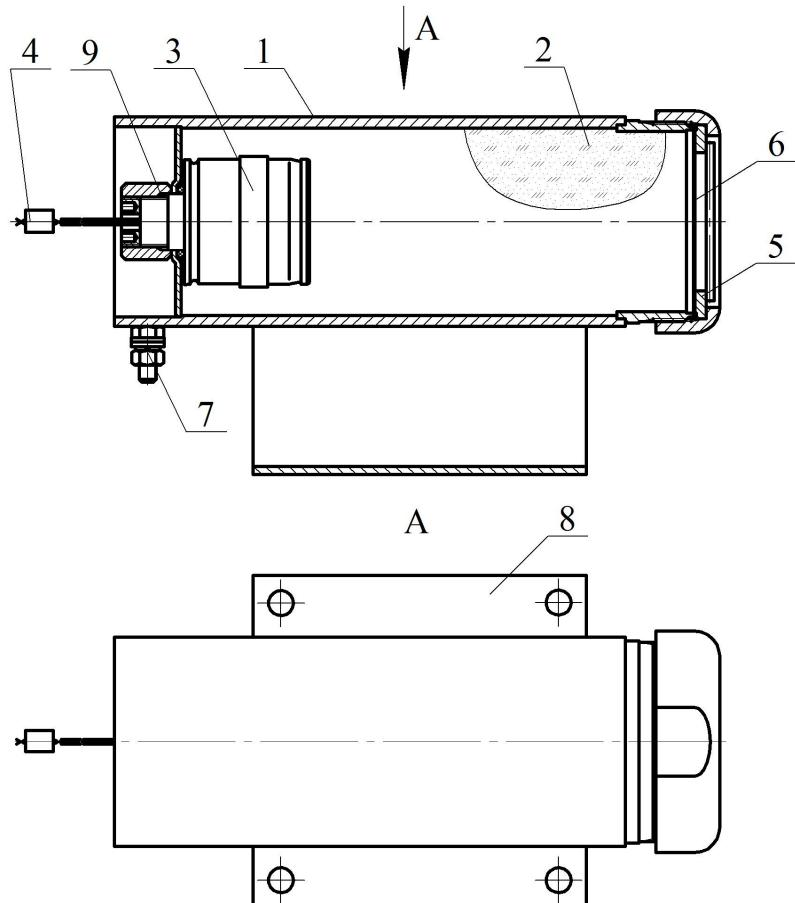

Рисунок 1
4.1.1 МПП (см. рисунок 1) состоит из корпуса **1**, в котором размещаются огнетушащий порошок (ОП) **2** и источник холодного газа (ИХГ) **3** с элементом электропусковым **4**. В передней части корпуса находится насадок-распылитель **5**, выходное отверстие которого перекрыто мембранный **6**. Модуль имеет заземляющий зажим **7**.
- ИХГ-0,65(М)-01 СИАВ 066614.025.000 ТУ для МПП нормального исполнения, ИХГ-0,65(М)-02 СИАВ 066614.025.000 ТУ для МПП специального исполнения или ИХГ-0,65(М)-06 СИАВ 066614.025.000 ТУ для МПП в широком температурном диапазоне эксплуатации (поз. 3 рисунок 1) – 1 шт.;
- резиновое кольцо 020-026-36 ГОСТ 9833-73 (поз. 9 рисунок 1) – 1 шт.;
- огнетушащий порошок ИСТО-1 ТУ 2149-001-54572789-00 (поз. 2 рисунок 1) - 0,5 кг;
- мембрана черт. СИАВ 634233.007.005 (поз. 6 рисунок 1) - 1 шт.